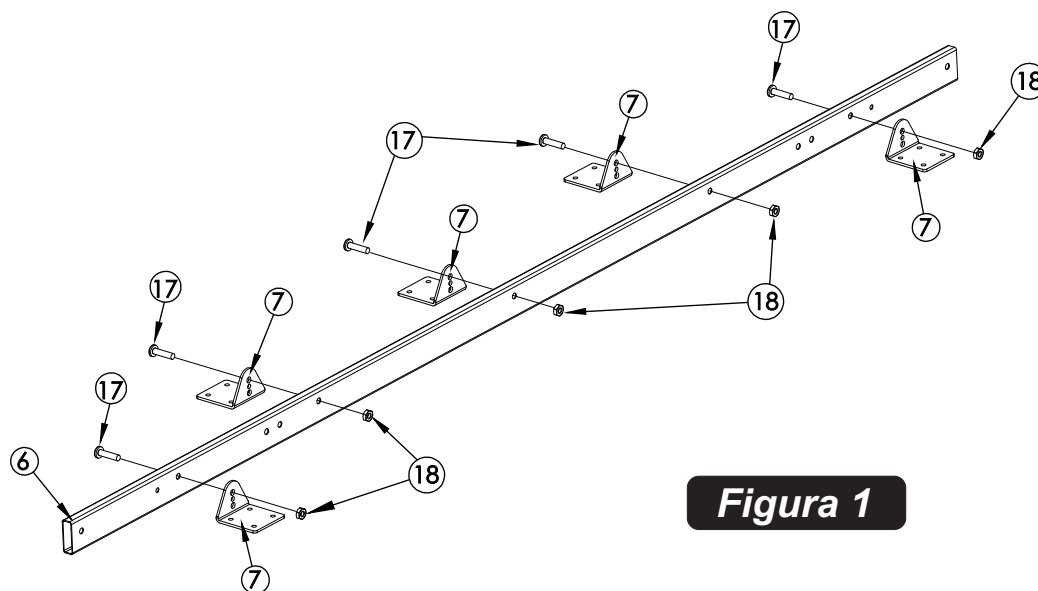

Figura 1
1. Coloque los 5 soportes de montaje (# 7) al riel de Conexión del extremo (# 6) como se muestra en la Figura 1. adjunte cada soporte (# 7) con un tornillo (# 17) y una tuerca de seguridad (# 18). **IMPORTANTE:** Los soportes deben colocarse exactamente como se muestra. Las tuercas deben apretarse bien, **pero no las apriete demasiado ya que aplastaría el tubo.**